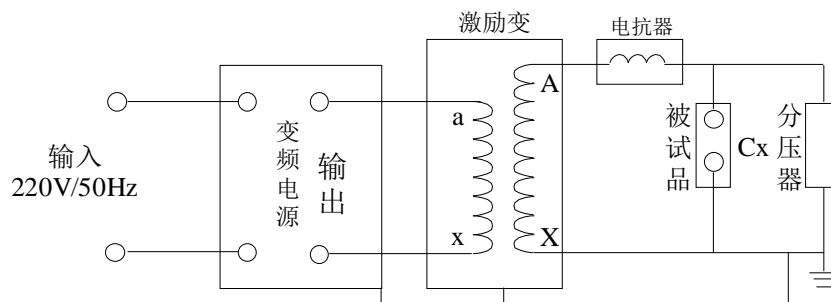

图 2：试验接线图
串联谐振试验接线图如下图 2 所示：
1、根据设备类型，按图 2 中的试验接线图连接好设备，并认真检查接地是否正确可靠。